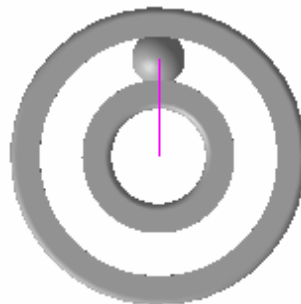

Рисунок 4.20 – Додавання кульки
9. Додайте в складання кулька, помістите його довільно, в стороні. Виберіть на Інструментальній панелі **Сполучення** команду **Збіг** , укажіть центр кульки (при цьому значок поруч із курсором повинен бути у вигляді зірочки ) кінець відрізка (рис. 4.20).